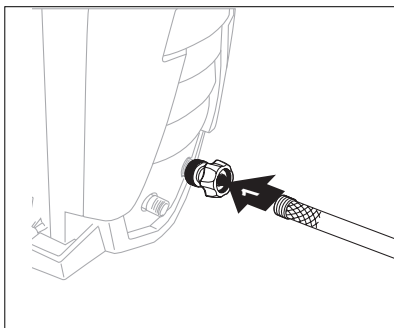

Fig. 14
- Enjuague la manguera de jardín antes de conectarla al adaptador de la manguera de jardín. Conecte la manguera de jardín al adaptador de manguera de jardín (Fig. 14).